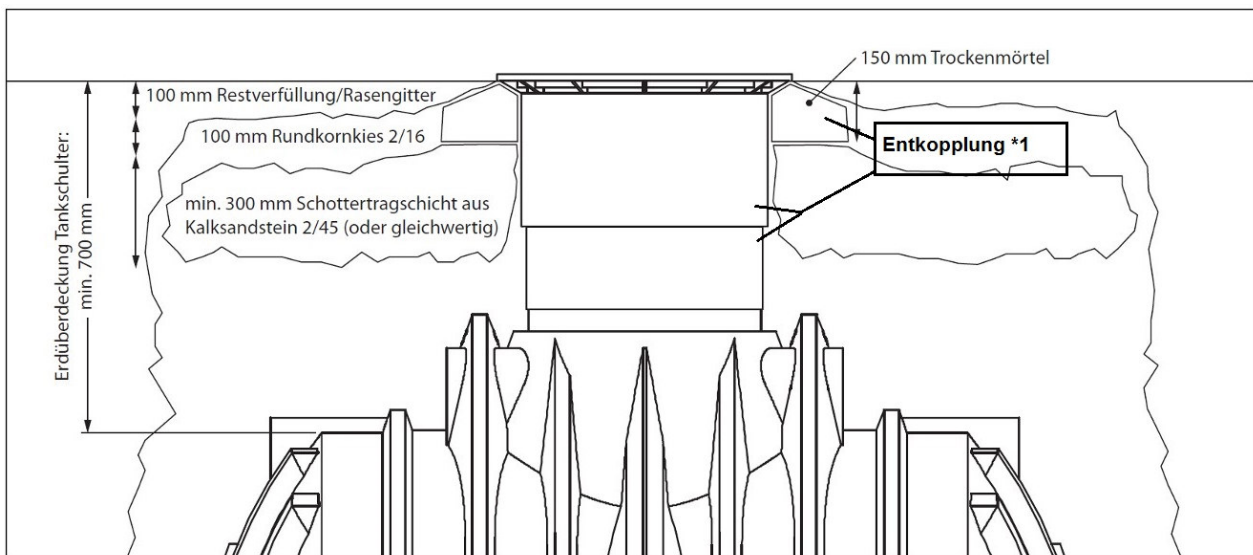

Abbildung 5: Bauseitige Herstellung eines befahrbaren Überbaus mit Teleskopdom
Der Erdtank ist für Verkehrsflächen der Klasse A nach EN 124 vorgesehen (Radfahrer, Fußgänger) und unter Einhaltung spezieller Einbaumaßnahmen PKW-überfahrbar: **PKW-befahrbarer Teleskopdom (ZZ.TB.0003)**, belastbar bis 600 kg Radlast (niedrige Geschwindigkeit überfahrbar, Mindesterdüberdeckung der Tankschulter (Hü) = 700 mm ==> siehe Abbildung 5).
- Ergänzend zur Schottertragschicht wird **unterhalb des Rahmens des Teleskopdoms** eine ca. 150 mm hohe Unterfütterung aus Trockenmörtel (Fertigmischung aus dem Baumarkt) aufgebracht. Diese Schicht muss umlaufend min. 200 mm breit sein und ist direkt am Teleskopdom auszuführen. **Entkopplung *1 Abbildung 5**
In ==> Abbildung 5 sind die verschiedenen Schichten am Beispiel eines Atlantis 4000 L Erdtanks dargestellt.